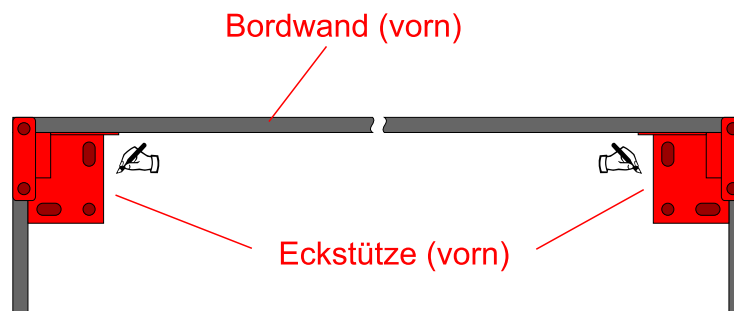

Bild 1
1. Ecksäulen **(mit Bordwandhalterung)** an die vordere Bordwand anlehnen, zur seitlichen Bordwand ausrichten und die Bohrlöcher auf der Ladefläche kennzeichnen (Bild 1).